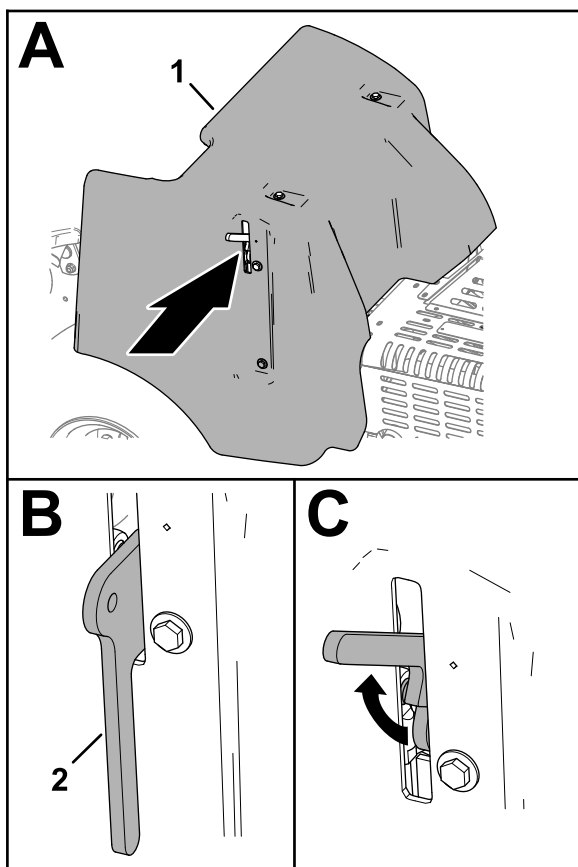

Figure 142
2. Soulevez le levier du verrou (Figure 142).